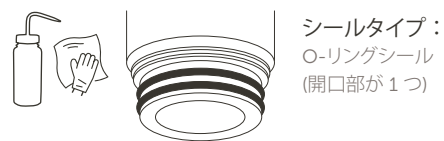

図 16.
7. ハウジングのカートリッジスロットにカートリッジを入れやすくするため、O-リングを純水または IPA で濡らします (図 16)。